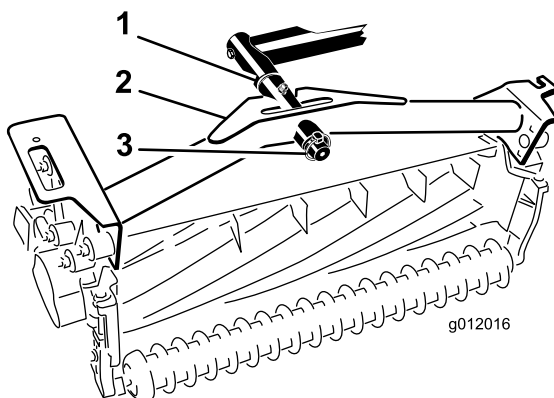

Рисунок 19
- Наденьте несущую раму режущего блока на ось поворота и закрепите ее с помощью шплинта (Рисунок 19).